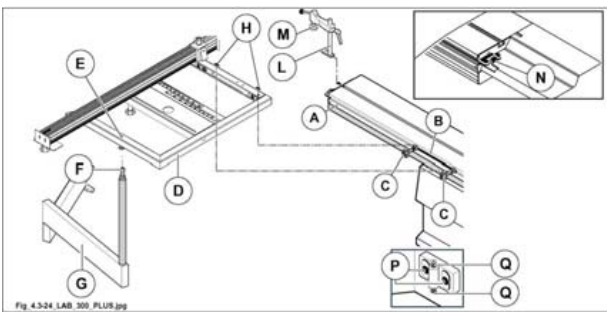

Fig. 4.3-24
- 3) Livellare il piano (D fig. 4.3-24), se necessario, agendo sulla vite (F fig. 4.3-24).
- 4) Serrare i pomelli (C fig. 4.3-24).
- 5) Inserire la colonnetta (L fig. 4.3-24) con il pressore (M fig. 4.3-24) nella scanalatura del carro vagone (A fig. 4.3-24) e ruotarla in senso orario per bloccarla.
Quando non si utilizza il vagone (A fig. 4.3-24) bloccarlo con il pomello (N fig. 4.3-24).
- allentare i pomelli (C fig. 4.3-24);
- allentare le viti (P fig. 4.3-24) e agire sui grani (Q fig. 4.3-24) per regolare la posizione in altezza.
- 1) Appoggiare la riga telescopica sul piano (A fig. 4.3-24-2) inserendo il fulcro (C fig. 4.3-24-2) nel foro (R fig. 4.3-24-2).